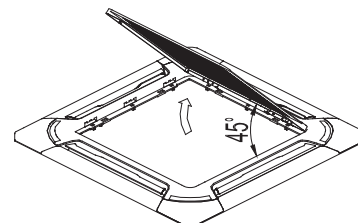

Abb.23
2. Ziehen Sie das Gitter bis zu einem Winkel von etwa 45 Grad nach oben und entfernen Sie es (Abb.23).